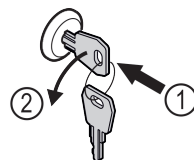

Fig. 160
- ▶ Introducir la llave. Fig. 160 (1)
- ▶ Girar la llave 90° en sentido antihorario. Fig. 160 (2)